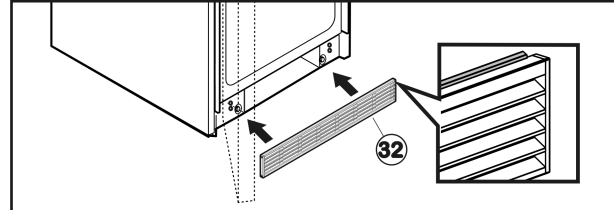

Fig. 37
- Monter la grille de ventilation inférieure Fig. 37 (32) à fleur du sol de telle sorte que le joint en caoutchouc soit en haut. Elle est maintenue par des aimants.